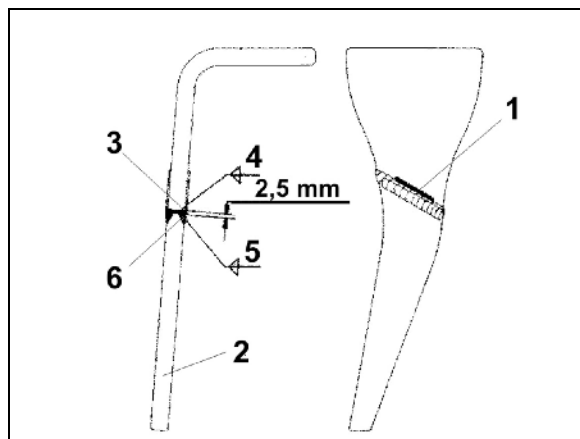

Fig. 84
2. Markierung (Fig. 84/1) zum Durchtrennen anbringen
3. Alten Bodenbearbeitungszinken an der Markierung (Fig. 84/1) durchtrennen
4. Anschweißspitze (Fig. 84/2) mit Wurzellagenschweißung (Fig. 84/3) am Zinkensstummel befestigen und Zinken abkühlen lassen
5. Nach der Decklagenschweißung (Fig. 84/6) ist der Zinken wieder einsatzfähig.